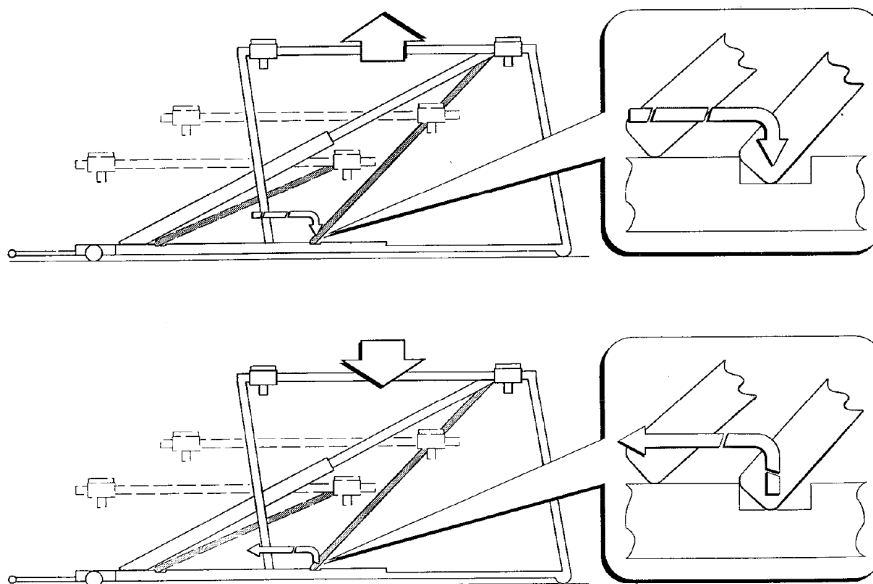

FIG 10
- Stop het heffen zodra de steunstangen op de gewenste hoogte in de behuizing vallen (**Fig. 10**);